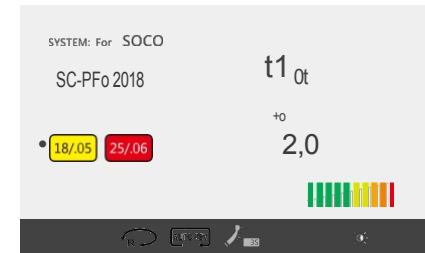

Abb. 27 GESCHWINDIGKEIT EINSTELLEN
- Wenn der Benutzer den Parameter ändert, wird dessen Wert wie in Abb. 27 dargestellt mit [] angezeigt;